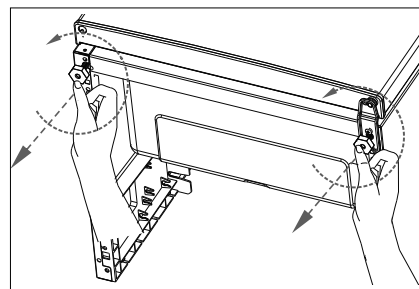

Fig. 1
- ▶ Tournez le thermostat (1) brièvement au-delà de la position 1 sur la position ●. Un clic retentit. L'appareil s'éteint. Débranchez la fiche d'alimentation (8) de la prise de courant.
- ▶ Retirez les tiroirs (9) et les clayettes en verre (2/3) comme indiqué dans le chapitre suivant.
- ▶ Tournez les deux pieds de l'appareil (7) dans le sens inverse des aiguilles d'une montre (fig. 1).
- ▶ Gardez la porte du congélateur (4) fermée.